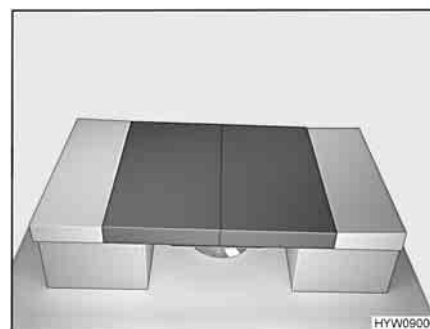

Fig. 58 Dopo la trasformazione
- Sistemare i cuscini del divano e dello schienale come illustrato nella Fig. 58.